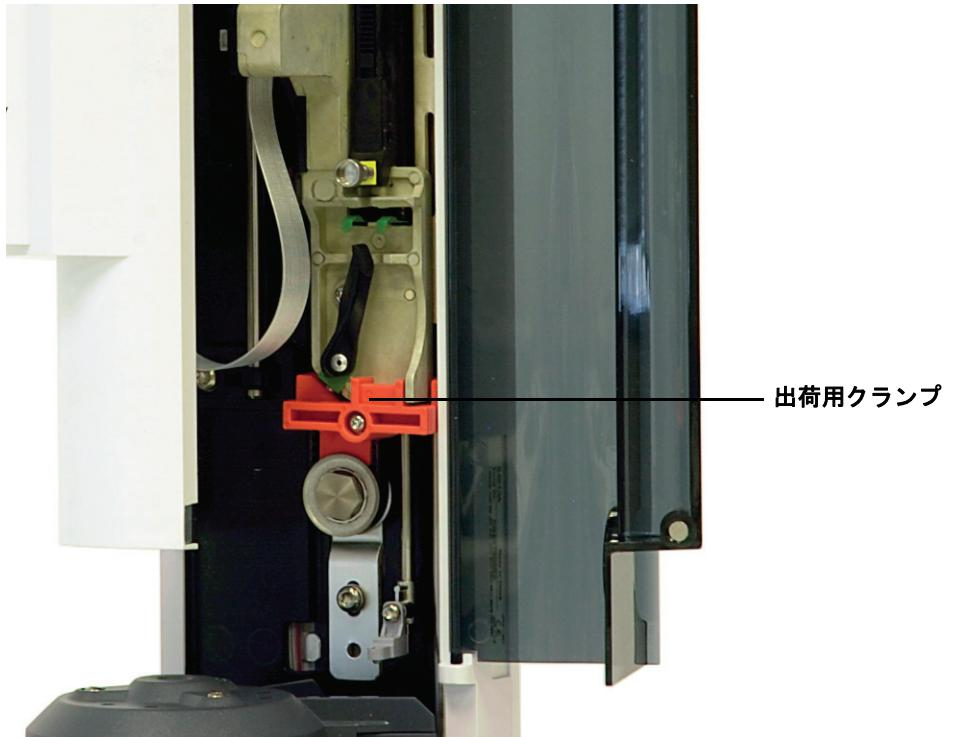
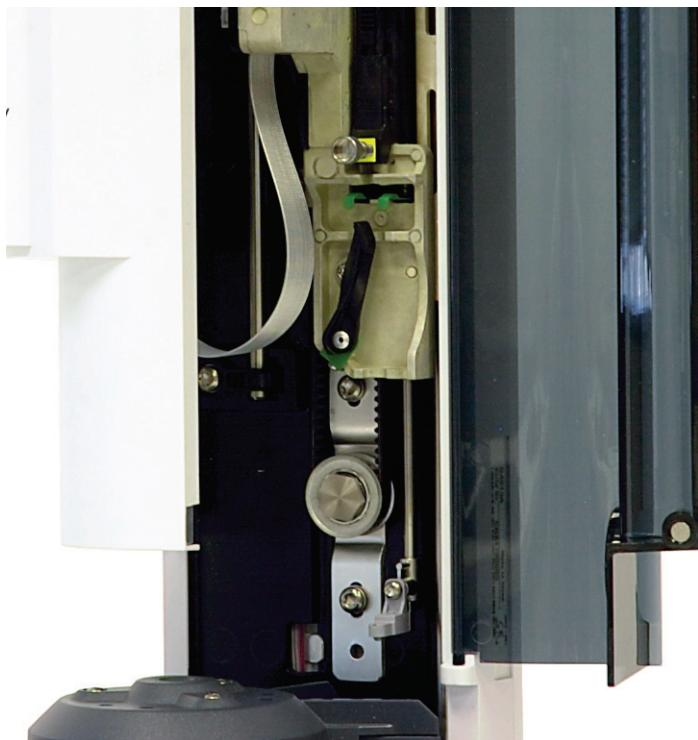

図 11 出荷用クランプが取り付けられた状態
図 12 出荷用クランプが取り外された状態
- 5 T-10 トルクスドライバを使って、T-10 ネジを完全に緩め、シリンジキャリッジから出荷用クランプを取り外します（図 11 および図 12 を参照）。